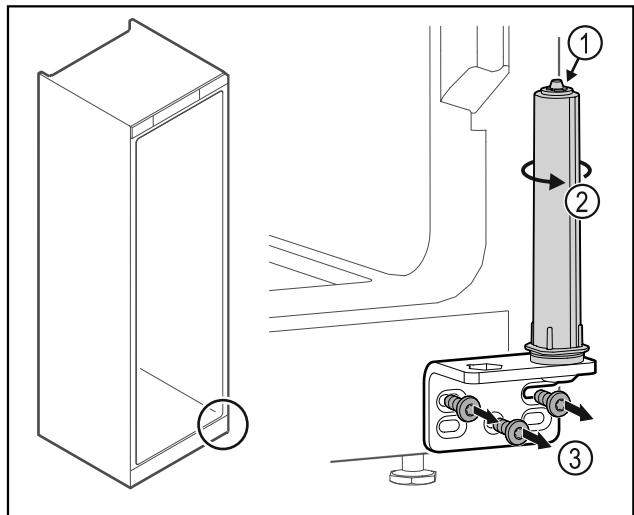

Fig. 18
- ▶ Neardykite durų uždarymo sistemos Fig. 18 (1).
- ▶ Sukite uždarymo sistemą Fig. 18 (2), kol ji užsifiksuos.
- ▶ Atsukite šarnyrinį kampuotj Fig. 18 (3).